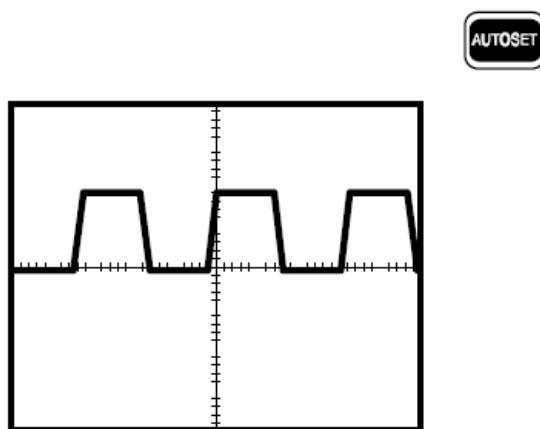

Figura 3. Onda cuadrada 5 Vp-p a 1 kHz.
**3.** Pulse el botón AUTOCONFIGURAR. En unos minutos, debe ver en la pantalla una onda cuadrada de aproximadamente 5 V de pico a pico a 1 kHz, Figura 3.